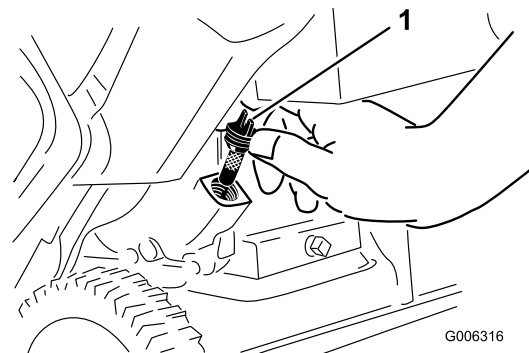

Bild 9
2. Reinigen Sie den Bereich um den Öleinfülldeckel (Bild 9).